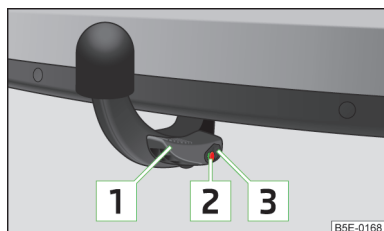

Fig. 140
- ✓ La palanca **1** está totalmente levantada » fig. 140.